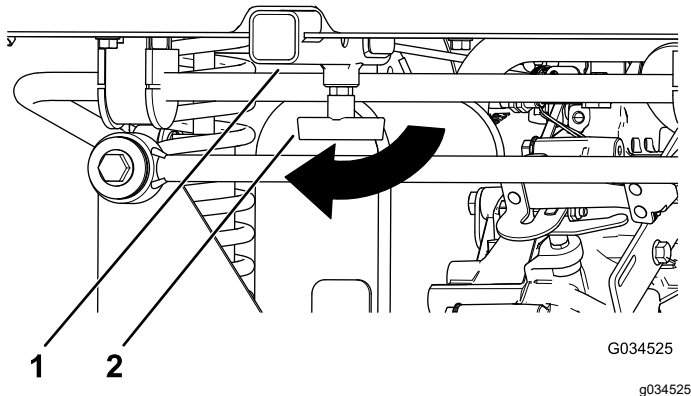

Figure 21
1. Desserrez la poignée en « T » en la tournant dans le sens horaire (Figure 21).
2. Insérez l'accessoire dans le récepteur jusqu'à ce que les trous soient alignés (Figure 21).